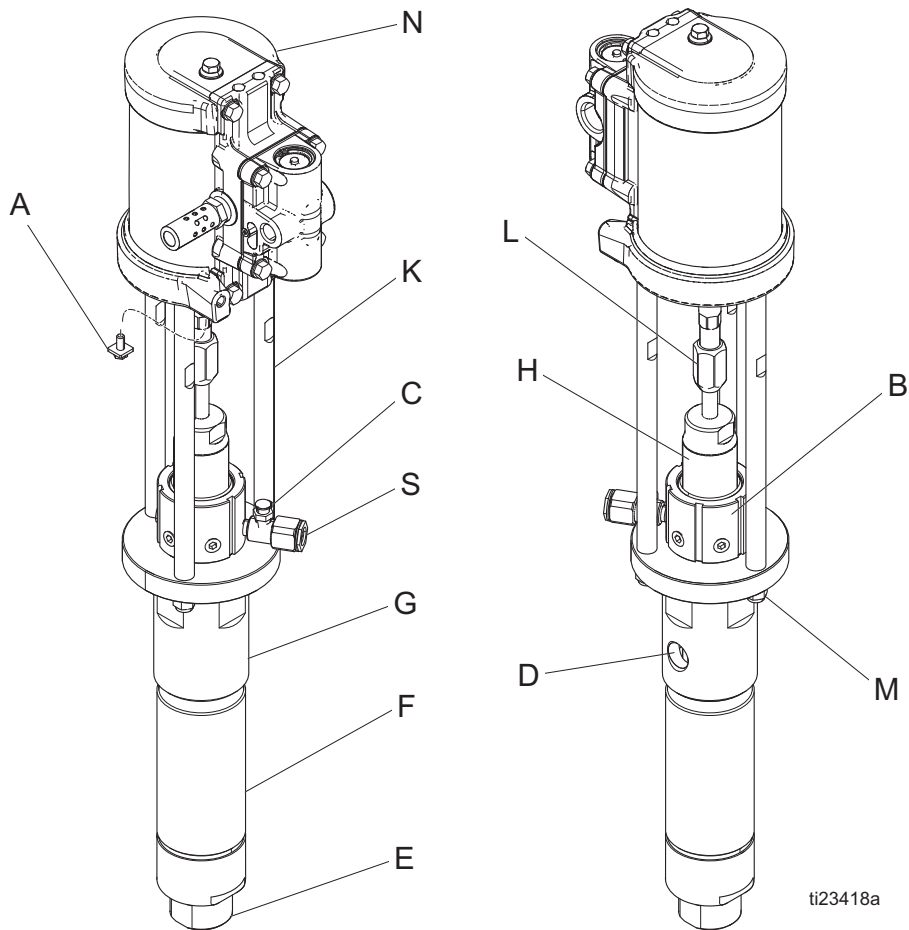

FIG. 1. Identification des composants
4. Noter la position relative à la sortie du liquide de la pompe (D) par rapport à l'admission d'air du moteur pneumatique. Voir la FIG. 1, page 4.
3. Visser les écrous de tige d'assemblage (4) sur les barres d'assemblage (3) sans les serrer.
4. Placer l'écrou du manchon de raccordement et les bagues sur la tige de piston. Maintenir les méplats de la tige de position du moteur pneumatique avec une clé. Avec une autre clé, serrer l'écrou de raccordement (9).
5. Voir la FIG. 1, page 4. Appliquer du mastic à tuyauterie à la sortie de liquide de la pompe (D) et aux filetages des tuyaux de liquide. Monter la pompe et rebrancher tous les tuyaux. Rebrancher le fil de mise à la terre s'il a été débranché pendant la réparation. Serrer la coupelle de presse-étoupe (B) au couple de 60 pi-lb (81 N•m). Remplir la coupelle de presse-étoupe (C) avec du liquide d'étanchéité Graco (TSL).
6. Fixer les écrous de tige d'assemblage (4) de manière égale et serrer au couple de 20–27 N•m (15–20 pi-lb).
8. Vérifier s'il y a des fuites de liquide au niveau de la coupelle de presse-étoupe incorporée (B). Exécuter la **Procédure de décompression**, page 5.